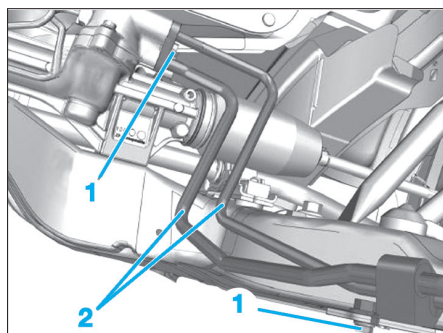

Fig. 18
- Déposer les vis de fixation (1) des canalisations de pression de direction assistée (Fig.18).
- Désaccoupler les canalisations (2) de la valve distributive.